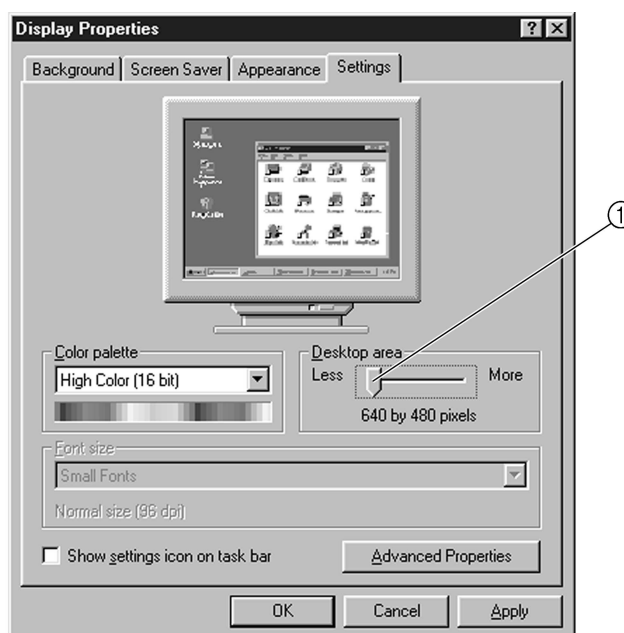
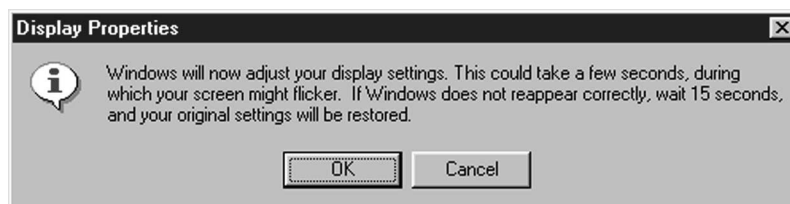

Fig. 74
Fig. 75
3. Select **Settings** and slide the Desktop area slider. (Fig. 74)
3. Sélectionner **Settings** et déplacer le curseur de la Zone d’écran (Fig. 74).
① Curseur
3. Wählen Sie **Settings** und schieben Sie den “Desktop area”-Schieber. (Abb. 74)
① Schieber
3. Seleccione **Settings** y deslice el control deslizante del área de escritorio. (Fig. 74)
① Control deslizante
- Click the **OK** button in the confirmation window to set the display area. To cancel, click the **Cancel** button. (See figs. 75–76.)
| <p>4. Cliquer sur le bouton OK dans la fenêtre de confirmation pour définir la résolution d’affichage. Pour annuler, cliquer sur le bouton Cancel (voir les figures 75–76).</p> | <p>4. Klicken Sie auf OK im dem Bestätigungs-Fenster, um den Display-Bereich einzurichten. Um abubrechen, klicken Sie auf Cancel. (Siehe Abbildungen. 75–76.)</p> | <p>4. Haga clic en el botón OK en la ventana de confirmación para confirmar la configuración del área de visualización. Para cancelar, haga clic en el botón Cancel. (Ver figs. 75–76.)</p> |